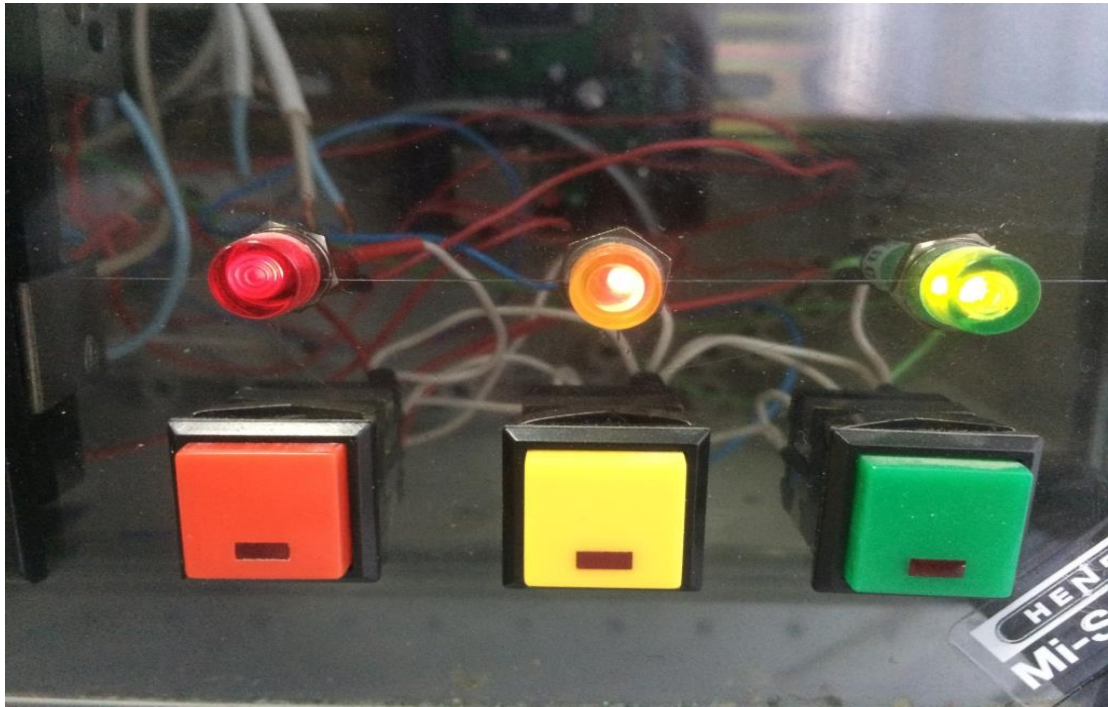

Рисунок 15 – Индикаторы и кнопки включения выключения
4. Реализуйте Программу 3 на языке FBD, которая по нажатию клавиш (см.рис.15) зажигает или гасит соответствующий световой индикатор.